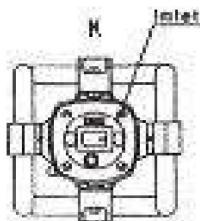

fig.2
6.A chaque changement de poste, l'extérieur du moteur doit être nettoyé chaque fois que nécessaire. En particulier, les conduits d'admission et d'évacuation du moteur doivent toujours être dégagés (voir fig. 2).